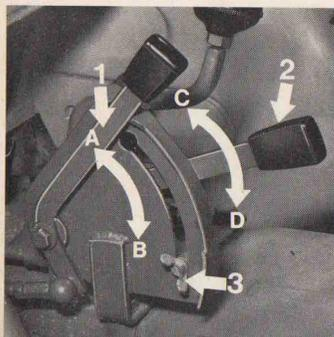
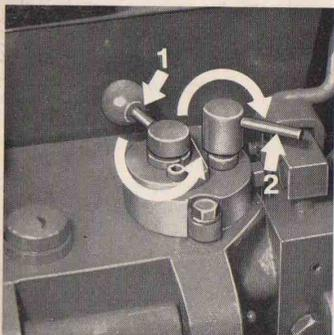

Abb. 67
Abb. 68
- 1) Placer complètement en haut le levier de contrôle de position (fig. 67 n° 1, position "A").
- 3) Pousser le levier (fig. 67 n° 2) de contrôle d'effort vers le bas (fig. 67 position "D") jusqu'à ce que la profondeur désirée de travail soit obtenue. Pour le meilleur contrôle d'effort pendant le travail, il est préférable d'atteindre la sensibilité maximale du relevage hydraulique mais sans aucun balancement de l'outil. Le réglage de sensibilité est prévu à cet effet (fig. 68 n° 1). Lorsque le levier (fig. 68 n° 1) est tourné dans le sens des aiguilles d'une montre, la sensibilité de contrôle augmente. Si c'est dans le sens inverse des aiguilles d'une montre (voir fig. 68), la sensibilité diminue.
- 4) On peut améliorer le contrôle de travail pour les outils lourds en tournant le levier de clapet conique (fig. 68 n° 2) dans le sens inverse des aiguilles d'une montre ce qui ralentit la vitesse de descente de l'outil. Cette mesure n'est pas nécessaire pour les outils légers.
- 5) Après avoir déterminé la profondeur désirée de travail, il faut fixer la butée (voir page 27) à l'aide de la vis de limitation (fig. 27 n° 3). La même profondeur est ainsi toujours atteinte pour chaque passage ultérieur de travail. Pour relever et pour descendre l'outil, il ne faut actionner que le levier de contrôle d'effort (fig. 67 n° 2). Pour limiter éventuellement la hauteur de levage vers le haut, il faut pousser le levier de contrôle de position (fig. 67 n° 1) un peu vers le bas.
Dans la position flottante, l'outil porté n'est guidé que par le dispositif 3ème point et il n'est pas porté. Cette position correspond à la position flottante des anciens relevages hydrauliques et elle est prévue pour le travail de tous les outils avec leur propre guidage de profondeur (par ex. pour les charrues de l'ancienne structure, pour les outils à usages multiples, cultivateurs, etc. avec les roues de jauge ainsi que pour les herbes à disques, semoirs, etc.). Le levier de contrôle de position (fig. 67 n° 1) doit se trouver dans le secteur de commande tout à fait en bas (fig. 67 "B").
Pour le transport des outils 3 points, il faut mettre toujours les leviers du distributeur (fig. 67 n° 1 et 2) dans la partie supérieure du secteur de commande (fig. 67 "A" et "C") — (pour le transport sur la voie publique, fermer le clapet conique, fig. 68 n° 2).